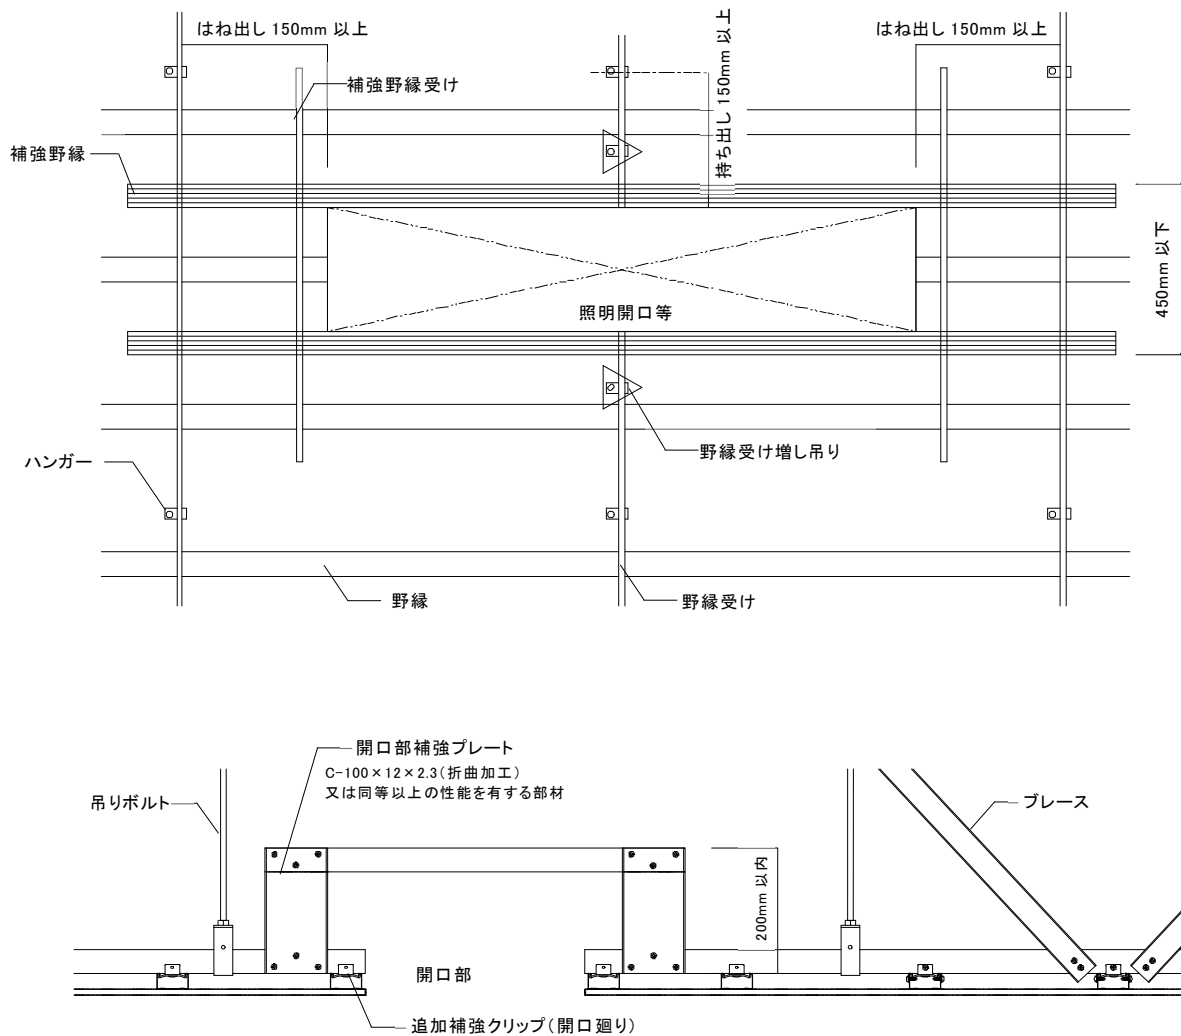

図 2-6-3 (参考例) ブレース材を設置する野縁受けが切断される場合の補強
c) 切断された野縁受けの通りにブレースの設置がある場合 門型補強仕様(図 2-6-3 参照)